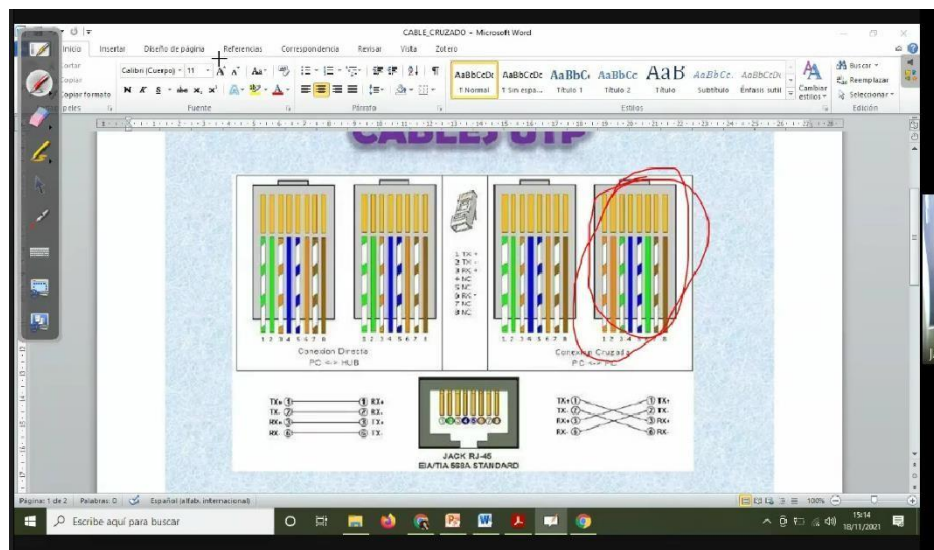

Imagen 2. Cable cruzado.
5.2. Se explicó y se colocó los hilos de cobre basados en las especificaciones de cableado que nos indicó el Docente. Tomamos el método de la TIA, 568B el cual nos ayuda a conectar dos dispositivos parecidos utilizando un cable cruzado **Imagen 2**.